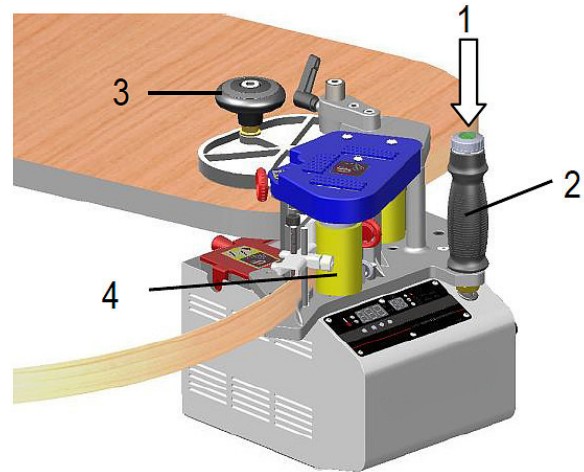

Abb. 18: Beklebungsvorgang des Werkstücks
Schritt 3: Stellen Sie die SOLL-Temperatur für den Klebstoff am Bedienfeld ein und drücken Sie den Schalter für die Heizung. Je nach verwendetem Granulat dauert es ca. 20 - 30 Minuten, bis der Klebstoff komplett geschmolzen ist. Durch Drücken der Vorschub-Taste (1, Abb. 18) kann der Aufheizprozess beschleunigt werden.